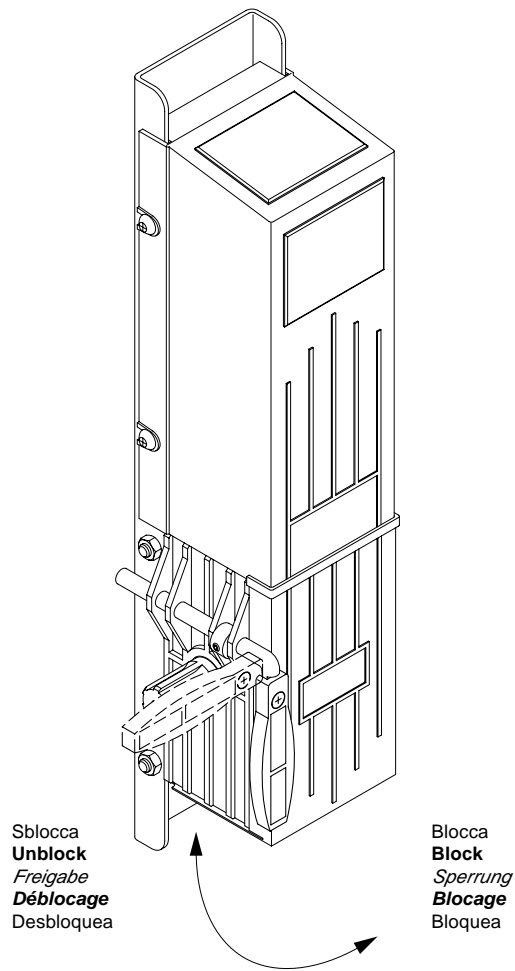

Fig.11
7.1 Sblocco interno a maniglia (fig. 11).
7.1 Handle internal release (fig. 11)
7.1 Débloccage interne de la manivelle (fig. 11)
7.1 Desbloqueo interior a manilla (fig.11).